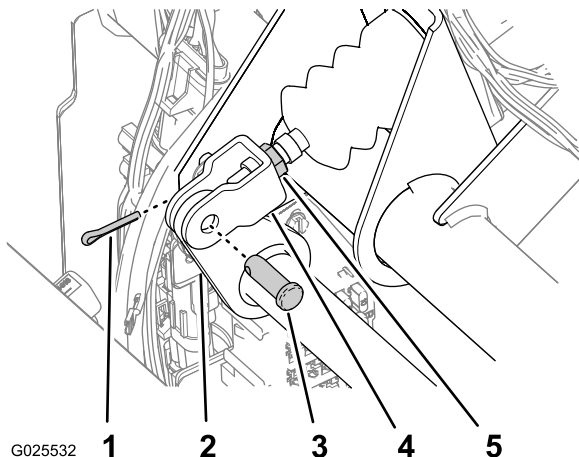

Figura 81
2. Retire el pasador y la chaveta que fijan la horquilla del cilindro maestro al pivote del pedal de freno (Figura 81).
4. Afloje las contratuercas que fijan la horquilla al eje del cilindro maestro (Figura 81).
5. Ajuste la horquilla hasta que sus taladros estén alineados con el taladro del pivote del pedal de freno (Figura 81).
6. Fije la horquilla al pivote del pedal con el pasador y la chaveta (Figura 81).
7. Apriete la contratuerca que fija la horquilla al eje del cilindro maestro (Figura 81).